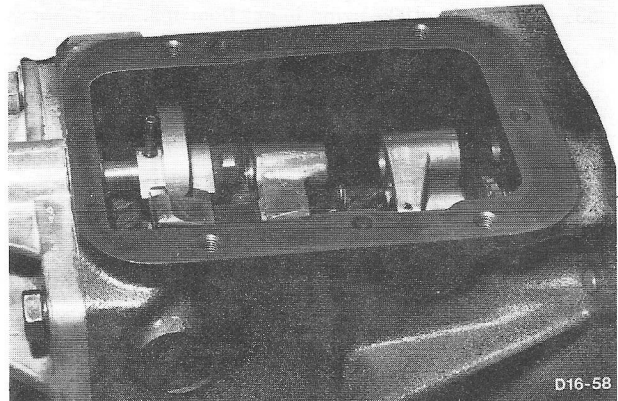

Fig. 82 Schakelgrendelplaat tezamen met schakelgrendelblok in het huis plaatsen.
57. Schuif de schakelgrendelplaat over het schakelgrendelblok en plaats ze tezamen in het huis; de halfronde zijde moet omhoog zijn gekeerd en het gat voor de holle borgpen in het schakelgrendelblok omlaag (fig. 82).